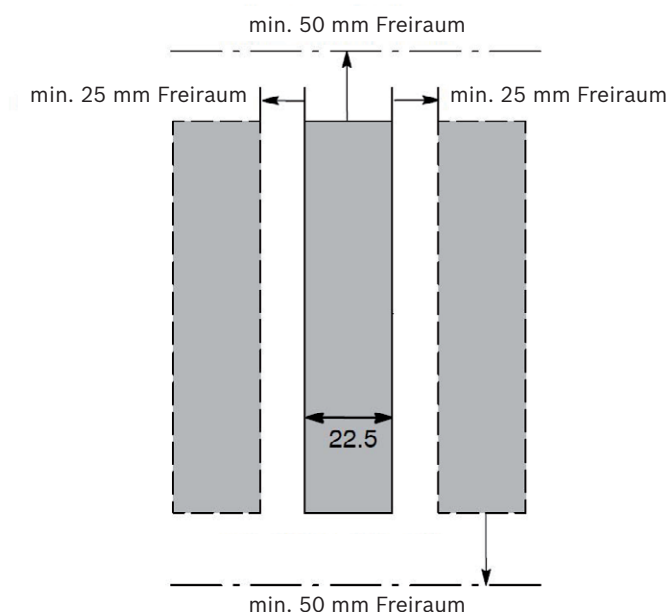

Abb. 6: Erforderliche Abstände
- ▶ Sorgen Sie für ausreichende Luftzirkulation durch Freiraum nach rechts, links, oben und unten. Siehe Abb. 6.